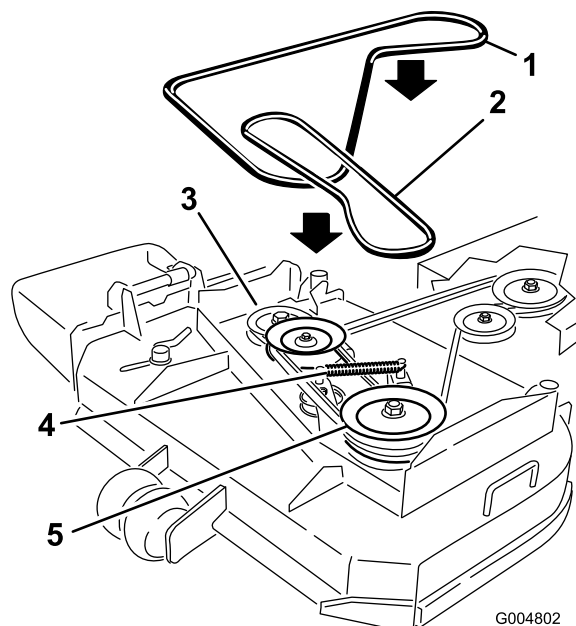

Figura 44
6. Desconecte el muelle del brazo tensor para aliviar la tensión de dicho brazo y de la polea tensora; retire la correa del cortacésped desgastada (Figura 44).
7. Instale la correa nueva del cortacésped alrededor de las dos poleas de eje exteriores, la polea tensora y en la ranura inferior de la polea de eje doble (Figura 44).
8. Conecte el muelle al brazo tensor (Figura 44).
10. Ajuste la guía a una distancia de 3 mm de la correa (Figura 44).